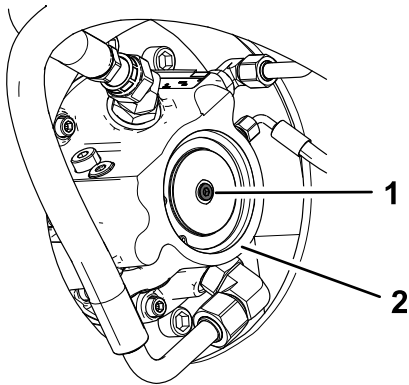

Figure 27
3. Sur chaque moteur d'entraînement, enlevez le bouchon et remplacez-le par une vis (M8-1,25 x 40 mm) et une rondelle (M8 x 16 mm) (Figure 27). Serrez la vis à la main.